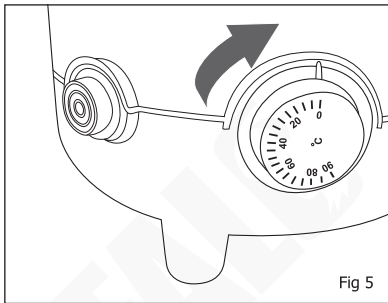

Fig 5
- Fije la temperatura deseada con el termostato (Fig. 5).